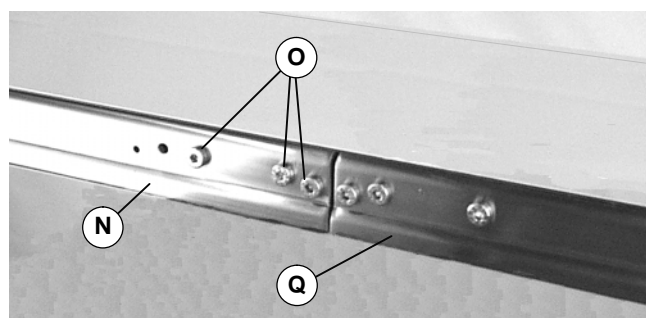

Abbildung 8
5. Die Förderbandsegmente (N und Q siehe Abbildung 8) zusammenfügen. Schrauben auf beiden Seiten (O) installieren. Mit 7 Nm festziehen.